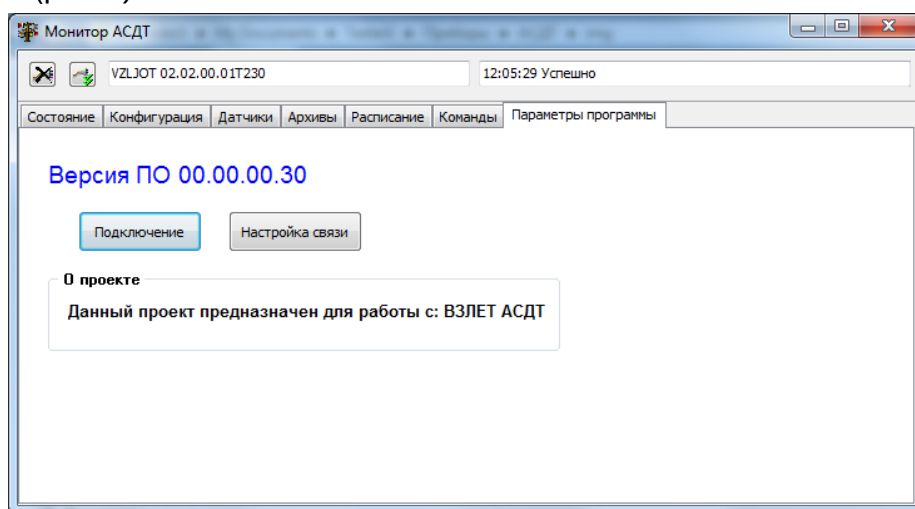

Рис.3. Вид вкладки «Параметры программы».
3.1.2. Переведите адаптер в режим СЕРВИС, установив переключатель SK1/1 в положение ON (рис.А.2). На ПК запустите программу «Монитор АСДТ» и перейдите на вкладку **Параметры программы** (рис.3):